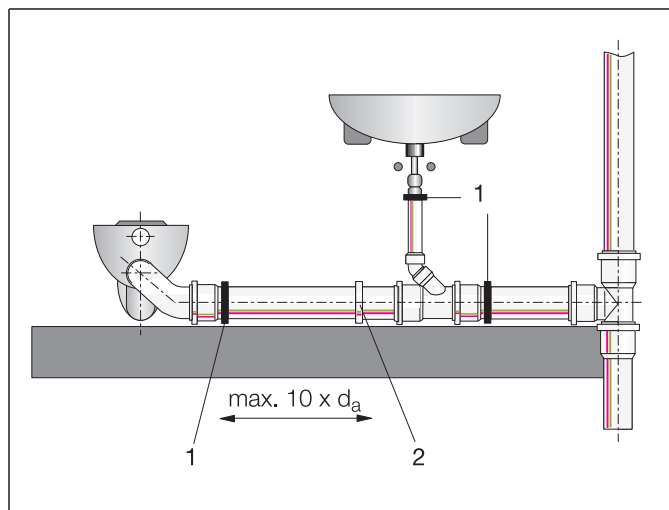

Рис. 7-5 Схема установки горизонтального трубопровода
Схема рационального крепления звукоизолированного горизонтального трубопровода с помощью RAUPIANO PLUS представлена на иллюстрации (см. рис. 7-5).
- Расстояние между неподвижным хомутом и направляющими хомутами не должно превышать десятикратного внешнего диаметра трубы d_a (см. рис. 7-5): Расстояние $\leq 10 \times d_a$.